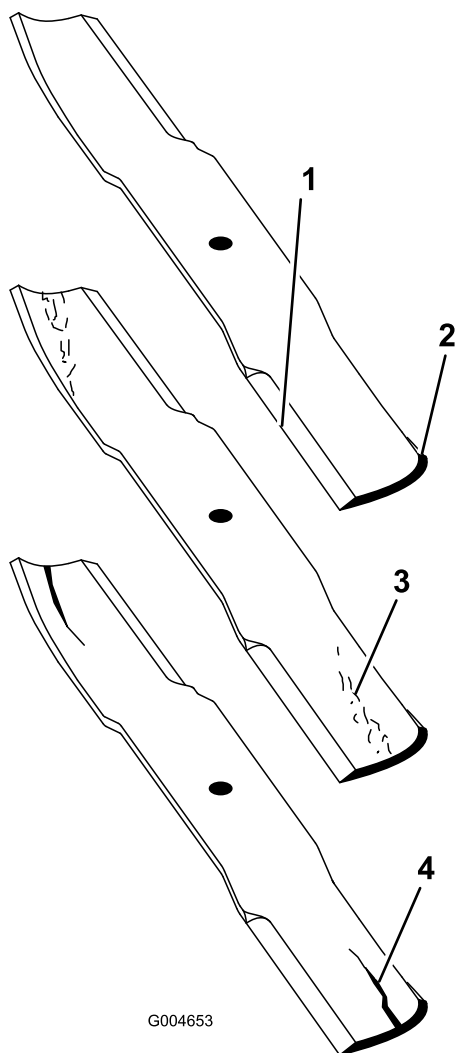

図 73
1. 刃先の部分を点検する図 73。刃先部分が鋭利でなかったり、打ち傷がある場合には、ブレードを外して研磨する。 **ブレードの研磨** (ページ 38) を参照。
2. ブレードを点検し、特にセール部をよく観察する図 73。破損、磨耗、割れの発生などがあれば図 73、直ちに新しいブレードに交換する。